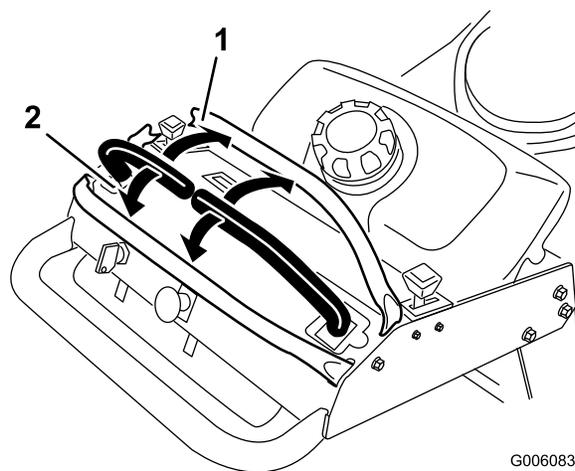

Figura 11
- Para ir hacia adelante, empuje lentamente las palancas de control de movimiento hacia adelante (Figura 11).
Para ir recto, aplique la misma presión a ambas palancas de control de movimiento (Figura 11).
Para girar, mueva la palanca de control de movimiento hacia punto muerto en el sentido en el que desea girar (Figura 11).
- Para ir hacia atrás, tire lentamente de las palancas de control de movimiento hacia atrás (Figura 11).
Para girar, deje de empujar la palanca de control de movimiento del lado al que desea girar (Figura 11).